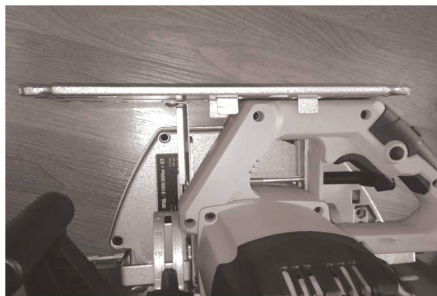

рис. 2
-установите стационарную платформу по направляющим так, что бы платформа расположилась на основной рукоятке пилы (рис. 2);